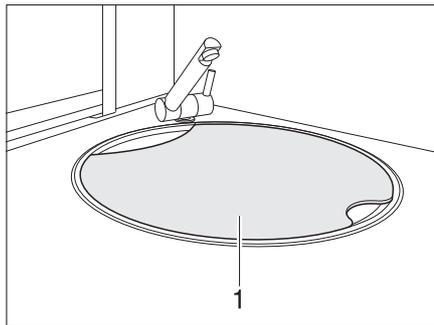

Fig. 12 Cubierta de fregadero
▶ En caso de un accidente o una frenada de emergencia la cubierta de fregadero (Fig. 12,1) puede causar lesiones a los ocupantes del vehículo. Antes de comenzar el viaje tomar la cubierta de fregadero y guardarla segura en el bloque de cocina o en el armario ropero.